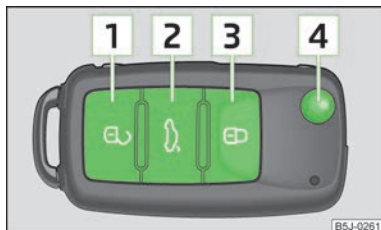

Fig. 14
- Pulsar la tecla **1** » fig. 14.
- Pulsar la tecla **3** » fig. 14.
- Pulsar la tecla **3** » fig. 14 dos veces en 2 segundos. Para más información » página 27.
- Pulsar la tecla **2** » fig. 14. Para más información » página 33.
- Pulsar la tecla **4** » fig. 14.
- Pulsar la tecla **4** » fig. 14 y plegar el paletón de la llave.
El desbloqueo del vehículo se indica mediante dos parpadeos de las luces intermitentes. Si se desbloquean las puertas del vehículo con la tecla **1** » fig. 14 sin abrirse ninguna puerta ni la tapa del maletero en los 30 segundos siguientes, las puertas del vehículo se volverá a bloquear automáticamente y se activa el seguro Safe, o bien la alarma antirrobo. Esta función impide un desbloqueo accidental del vehículo.